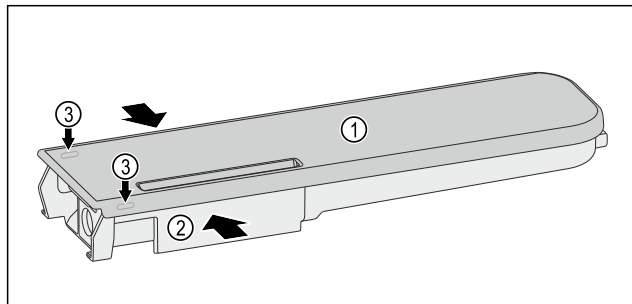

Fig. 233
- Nyomja össze a víztárolót Fig. 233 (2), és óvatosan emelje le, a fedelet Fig. 233 (1) a reteszelő fülekről Fig. 233 (3), majd húzza fel.
- Mozgassa óvatosan oda-vissza a fedelet Fig. 233 (1), majd könnyed mozdulattal vegye le felfelé.